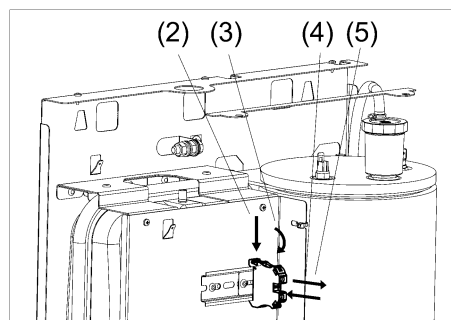

Рисунок 18. Замена клеммных колодок
- (1) Отсоедините все провода от колодки, которую требуется заменить (см. рис. 18);
- (2) Нажмите плоской отвёрткой на “язычок” колодки;
- (3) Чуть поверните колодку в сторону;
- (4) Снимите колодку с DIN-рейки;
- (5) Поставьте новую колодку на DIN-рейку взамен прежнему;
- (6) Подсоедините к новой колодке отсоединённые провода.